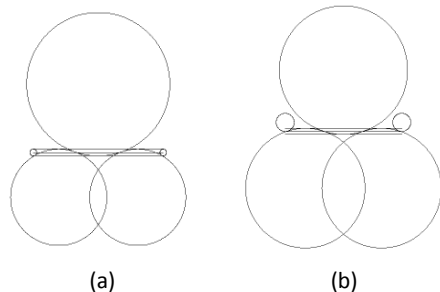

Fig.2 Basic principle of bellows design program
설계 규칙은 현장의 경험^{2,3)}과 관련 참고 문헌⁴⁾에서 발췌하여 정리하였으며 다음과 같다. 단, 아래의 규칙들에 사용된 기호는 Fig. 2(a)에 나타난 원 또는 직선을 지칭한다.
1) Fig. 2(b)와 같이 원 초기반지름을 3배정도 늘린다. 앞부분에 집중 응력이 적게 받는다.